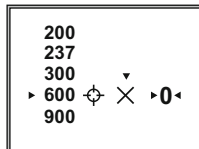

Fig. 7
- La cantidad máxima de distancias memorizadas para el reglaje son cinco **(Fig. 7)**.
- Para borrar las distancias, elija el párrafo **(Fig. 7)**. Presione el regulador para borrar.